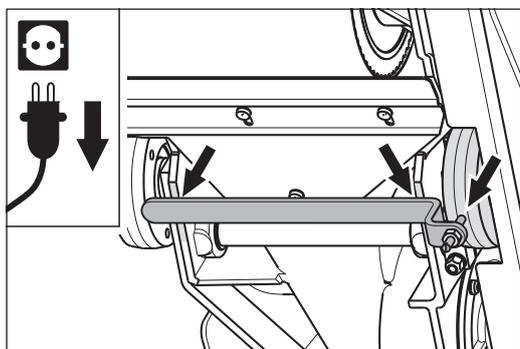
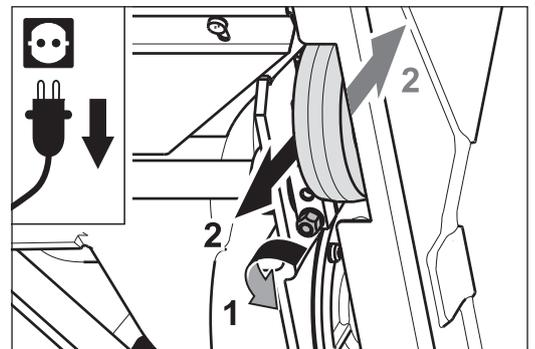

Abb. 44 Die aktuelle Einstellung des rechten Rads (von unten betrachtet) mit Hilfe der Einstellvorrichtung abnehmen.
Abb. 46 Die Mutter an der rechten Radklemmung lösen (1) und das Rad verschieben (2).
- 5 Zum Einstellen nehmen Sie zunächst mit der Einstellvorrichtung (siehe Werkzeugtasche) die Ist-Position des einstellbaren Rads ab. Legen Sie die Einstellvorrichtung so an das Maschinengehäuse an, dass sie sowohl beidseitig an dem Maschinengehäuse als auch an dem einstellbaren Rad anliegt (Abb. 44). Gegebenenfalls muss der Gewindestift der Einstellvorrichtung verdreht werden. Lösen Sie dafür die Mutter der Einstellvorrichtung.
- 7 Lösen Sie die Spannmutter an der Radklemmung des einstellbaren Rads (Abb. 46, 1) und legen Sie die Einstellvorrichtung nochmals an das Maschinengehäuse an (Abb. 44).
- 8 Stellen Sie das Rad mit der Einstellvorrichtung auf die gewünschte Position ein (Abb. 46, 2), so dass die Lauffläche des Rads bei Drehung den Gewindestift gerade noch berührt. Ziehen Sie die Mutter an der rechten Radklemmung wieder fest an.